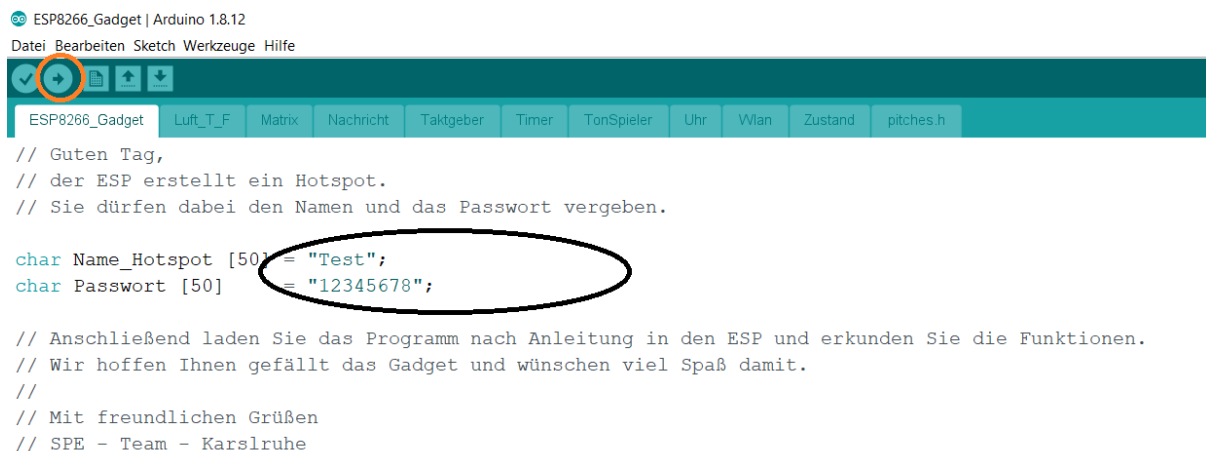

Abbildung 6.12: Programmierung: Übertragung auf das Gadget
5.2 Übertragen auf den ESP8266. (Wie schonmal mit dem Pfeil nach rechts) (Abb. 6.12)